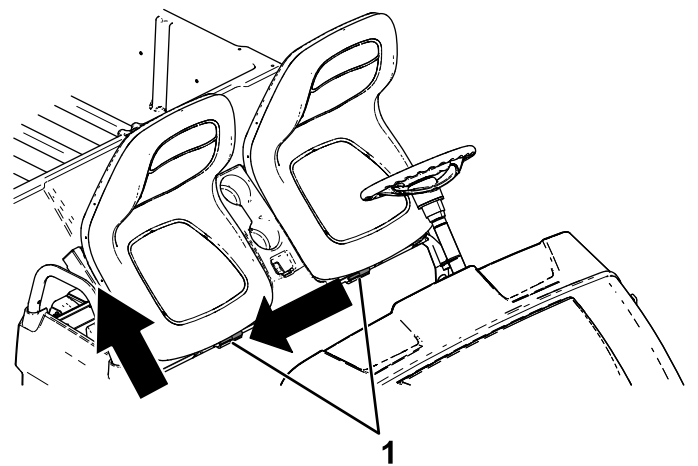

Figura 24
2. Deslice el conjunto de asientos hacia un lado hasta que se desenganchen los pasadores, y levante el conjunto de asientos hacia arriba (Figura 24).